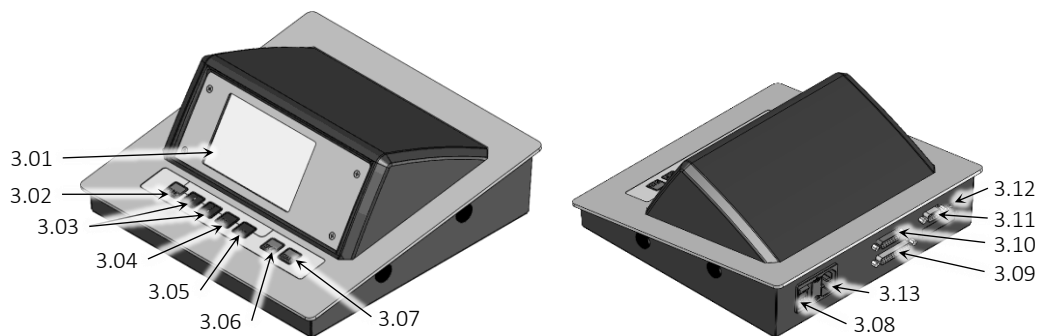

Abb. 11 Frontseite,
- Drücken Sie die FUNC-Taste (3.02, Abb. 11) bis das Display **Konfig** anzeigt.
- Im Display (3.01, Abb. 11) wird der eingestellte Mode z.B. **Mode : Std.** (Werkseinstellung) angezeigt.
- Bestätigen Sie den gewünschten Mode mit der OK-Taste (3.05, Abb. 11).
- Bestätigen Sie mit der OK-Taste (3.05, Abb. 11) oder stellen Sie über die Pfeil-Tasten eine andere Messzeit ein und bestätigen Sie mit der OK-Taste.